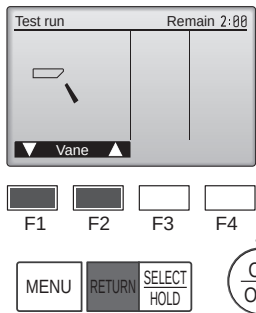

Fig. 7-6
- 1 Compruebe la paleta automática con los botones [F1] [F2]. (Fig. 7-6)